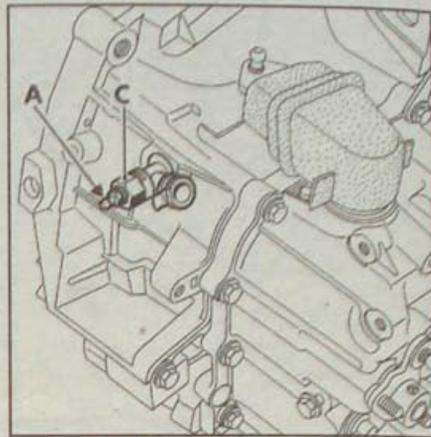

Рис. 4.24. Расположение клапана удаления воздуха (А) на штуцере (С) рабочего цилиндра сцепления
- Откройте клапан для удаления воздуха на рабочем цилиндре привода сцепления (A, рис. 4.24), при этом удерживая от проворачивания штуцер другим ключом.
- При удалении воздуха чтобы не повредить рабочий цилиндр и штуцер накидным ключом на 19 мм придерживайте от вращения штуцер во время отворачивания и затяжки клапана для удаления воздуха, (рис. 4.24).